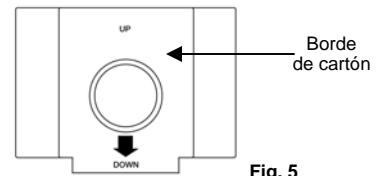
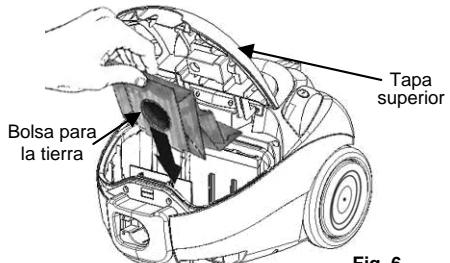

Fig. 5
Fig. 6
2. Mientras sostiene la bolsa con la mano, sujeté el borde de cartón. (Fig. 5). Notará que el borde de cartón tiene una flecha para indicarle qué borde debe insertar en la ranura ubicada cerca del conducto de entrada. (Fig. 6)